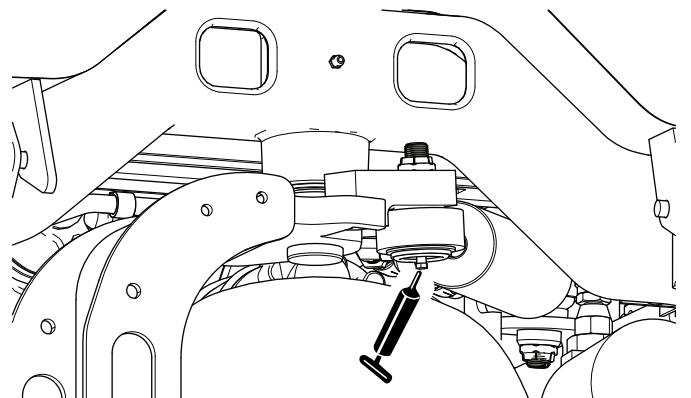

Рисунок 56
**Примечание:** При желании установите дополнительную масленку на другой конец цилиндра рулевого механизма. Снимите колесо, установите масленку, заправьте ее консистентной смазкой, снимите масленку и установите пробку (Рисунок 56).